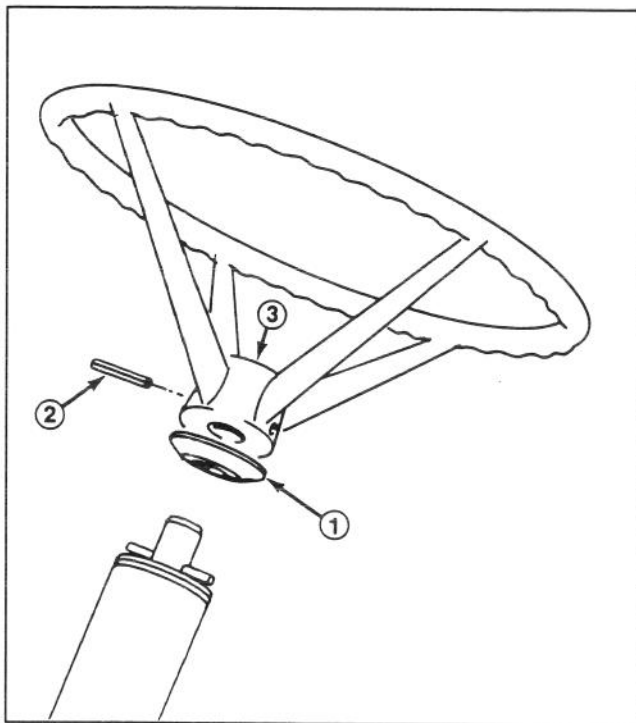

Abbildung 2
1. Das Abstandstück soweit auf die Lenkwelle aufschieben, bis die Rille im Abstandstück über den Spaltstift in der Welle paßt (Abb. 2).
Hinweis: Der Lenkradeinsatz (Abb. 2) muß bei nach vorne weisender Radstellung vom Fahrersitz lesbar sein.